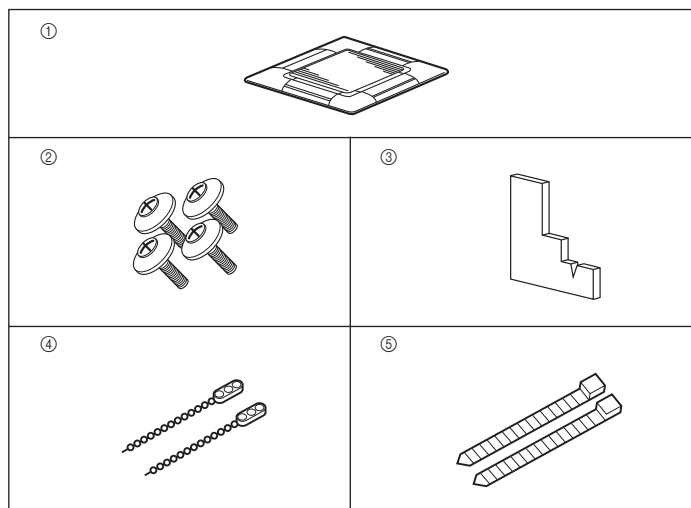

Fig. 8-1
8.1. Vérification des accessoires de la grille (Fig. 8-1)